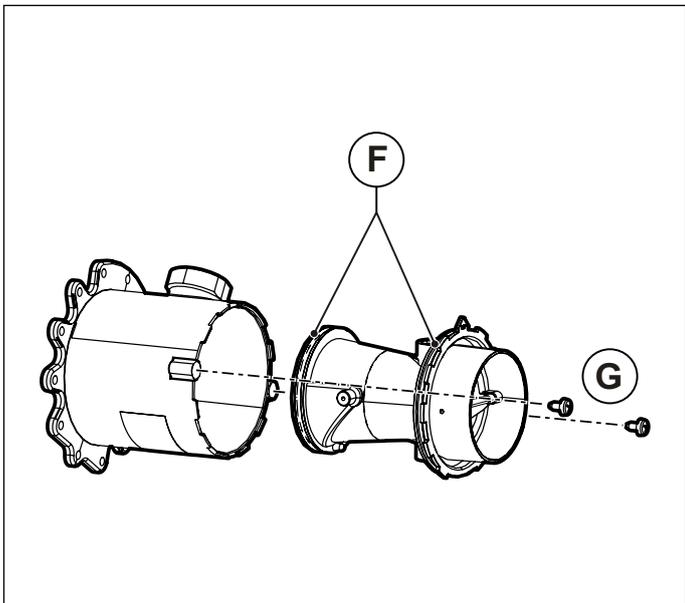

图 33 混合器塑料主体
- 拧松两个固定螺钉 G，将混合器的塑料主体抽出（请参阅图 33 混合器塑料主体）。
- 用固定螺钉将塑料体拧到混合器上G注意不要损坏垫圈或 O 型环F并遵循安装方向（请参阅图 33 混合器塑料主体 以及图 34 安装方向）。